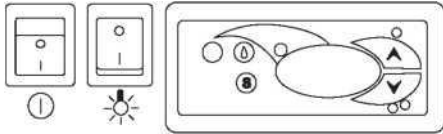

Abb. 7 Bedienpult
- Die Drucktaste Hauptschalter betätigen Abb. 7/1 (S. 5), wodurch der Thermostat und dann das Aggregat eingeschaltet werden
- Die Temperatur auf dem Thermostat-Bedienpult **Bląd! Nie podano nazwy ząkladki.** einstellen Abb. 7/3 (s. 5) (Details zur Bedienung auf 9 oder 10 **Bląd! Nie podano nazwy ząkladki.**)
- Die Drucktaste der Beleuchtung betätigen Abb.7/2 (S.5)